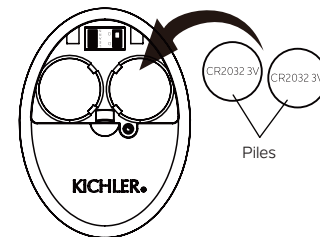

Fig. 27
Étape 2. Pour rendre le ventilateur opérationnel, installez deux piles 3V CR2032 (incluses). Les piles doivent être installées avec le côté positif (+) vers le haut. Remplacez-les par des piles CR2032 si nécessaire. (Fig. 27)